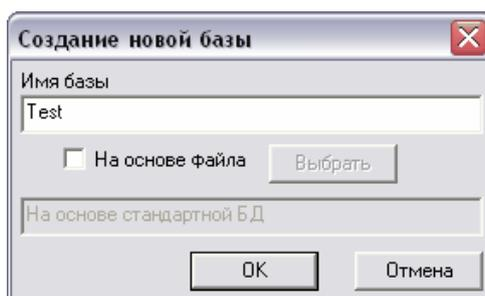

Рис. 4. Создание новой базы
- Нажмите на кнопку **Добавить БД**. После этого появится диалоговое окно **Создание новой базы** (Рис. 4).